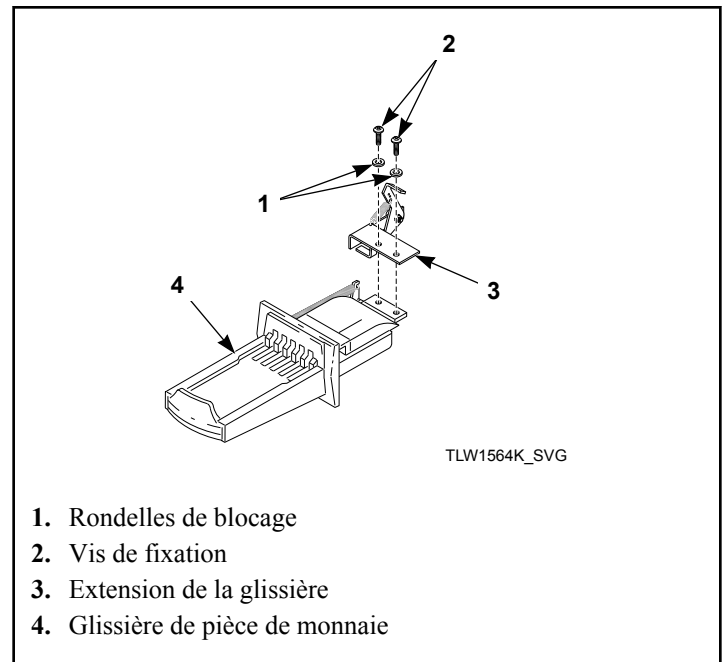

Figure 26
1. Installer l'extension de la glissière sur le dessus de la glissière de pièce de monnaie au moyen des deux vis et rondelles de blocage restantes. Se reporter à *Figure 26*.